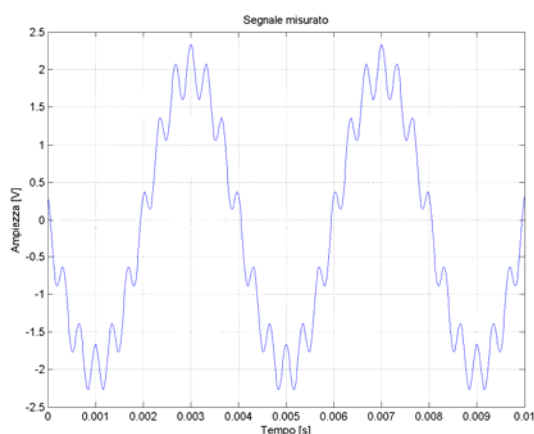

Fig. 1
7. Si ha il dubbio che nel suono siano presenti due armoniche con frequenze che differiscono di 3 Hz, e si vorrebbe vederle tramite una analisi dello spettro del segnale. E' sufficiente campionare il segnale per un tempo come indicato in fig. 1? In ogni caso, indicare come fare per riuscire a distinguere quelle armoniche.